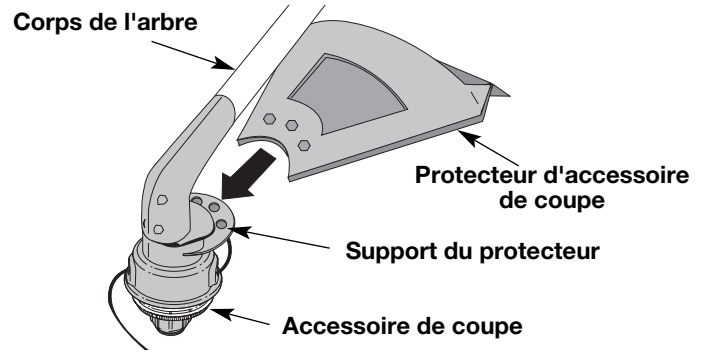

Fig. 2
5. Tenez l'appareil en position d'utilisation (Fig. 2), puis positionnez la poignée de manière à assurer une prise idéale.
1. Glissez le protecteur d'accessoire de coupe dans son support, situé sur l'accessoire. Alignez les trous à vis du protecteur avec ceux de l'accessoire de coupe (Fig. 2).